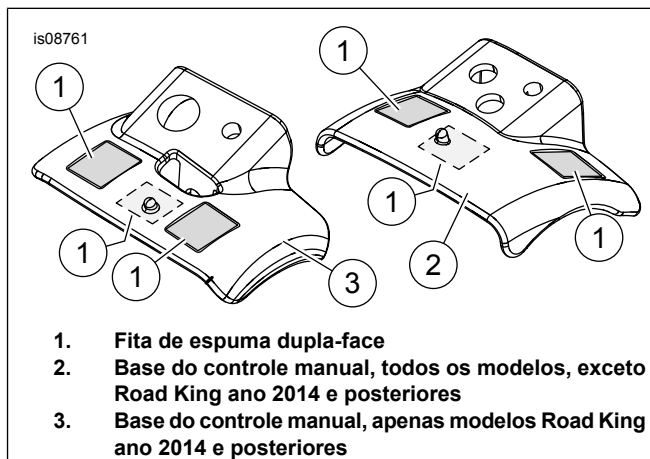

Figura 1. Base e fita do controle manual
2. Veja Figura 1. Limpe com uma mistura com 50 a 70% de álcool isopropílico e com 30 a 50% de água destilada. Corte a fita adesiva (1) e aplique na base do controle manual (2 ou 3) nos locais exibidos.